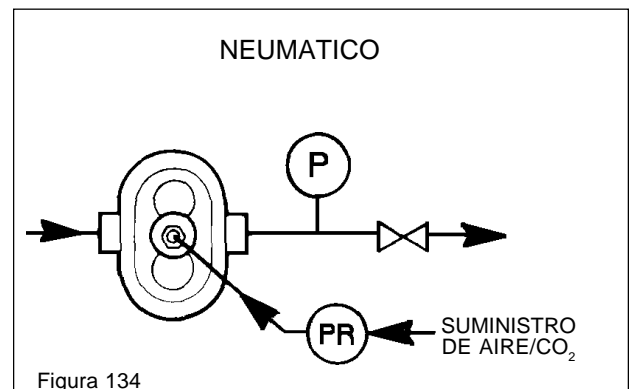

Figura 134
1. **Neumático y pistón:** Fije el regulador de aire/gas entre .138 y .345 Kg (2 a 5 lb/pulg²) en la válvula de seguridad. Vea la figura 134
- Abra la válvula de la tubería de descarga, con el regulador, y observe el caudal de producto en la descarga del sistema. Vea la figura 134